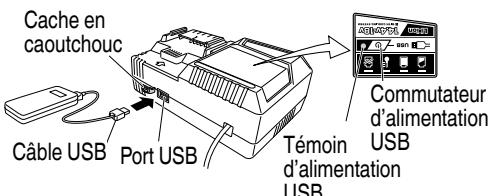

Fig. 7
(2) Mettez le commutateur d'alimentation USB sur marche (Fig. 7)
(3) Connectez le câble USB. (Fig. 7)
- Mettez le commutateur d'alimentation USB sur arrêt et débranchez le câble d'alimentation de la prise électrique. (Fig. 7)